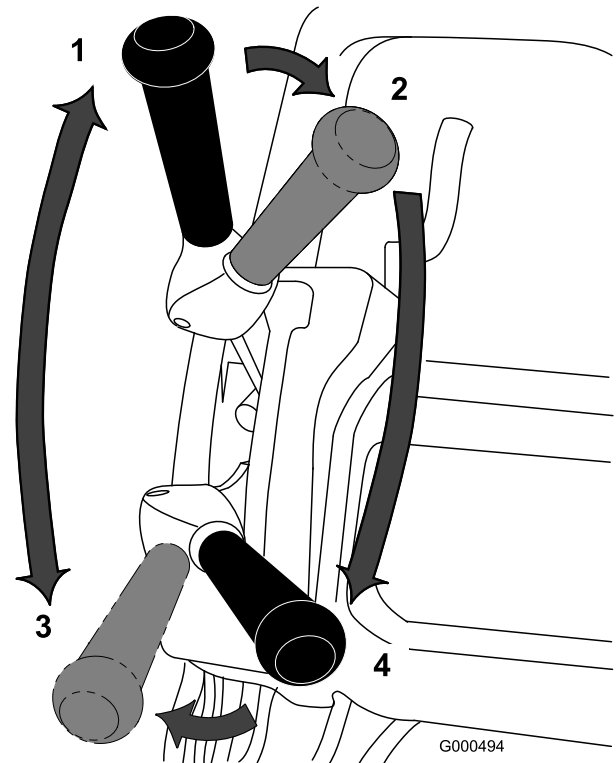

Bild 30
stellen Sie den Fahrtriebshebel auf die aktivierte Stellung (Bild 30) und erhöhen langsam die Einstellung der Geschwindigkeitsregelung, um den Mäher auf die Kante des Grüns zu transportieren.
3. Deaktivieren Sie den Fahrtriebshebel, schieben Sie ihn dann nach links und vorne, damit der Fahr- und Spindelantrieb eingekuppelt wird (Bild 30).